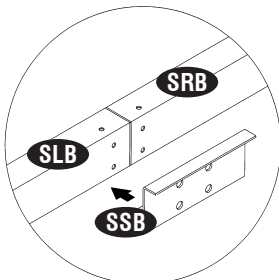

Fig.1
10. Inserte las dos piezas restantes de corredizo superior (TS) en el canal corredizo. Vea dibujo ampliado.
**Nota** Compruebe la posición y orientación del corredizo (TS) hacia adentro.
11. Coloque el soporte canal corredizo izquierdo (SSB) sobre la junta entre los canales corredizos (SLB) y (SRB). Haga coincidir los orificios del soporte con los de los canales corredizos y sujételos con tornillos (S1). Vea fig. 1 & 2.